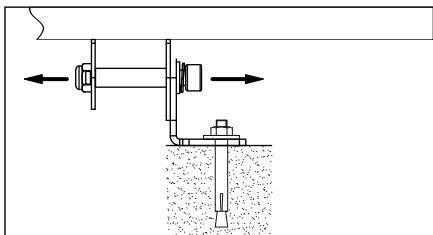

Рис. 1
- Закрепите осветительный прибор на устанавливаемой поверхности, установите скобу в желаемое положение (рис. 1).